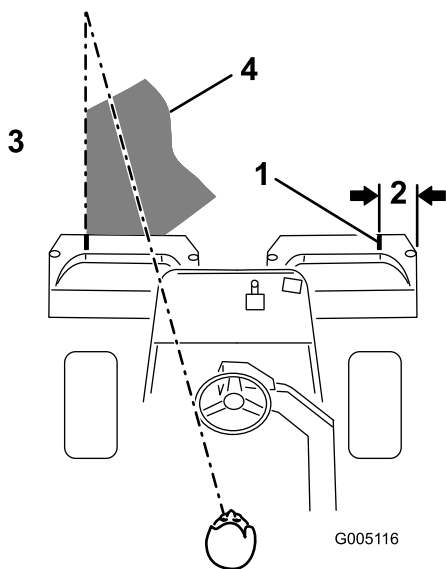

Figura 27
**Nota:** Para ayudar a mantener una línea recta a través del green y mantener la máquina a la misma distancia de la pasada anterior, imagínese una línea que va desde un punto situado a 1,8–3 m aproximadamente por delante de la máquina, hasta el borde de la parte no segada del green (Figura 27). Incluya el borde